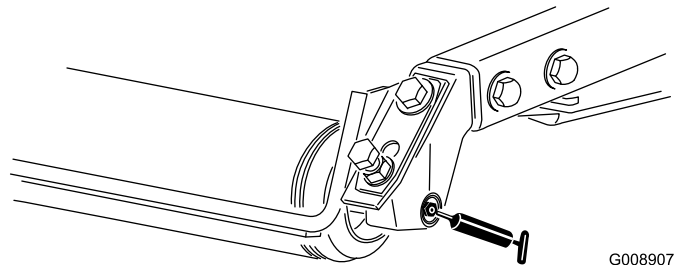

Figura 41
- Cojinetes de los rodillos traseros (2 por unidad de corte) (Figura 41).